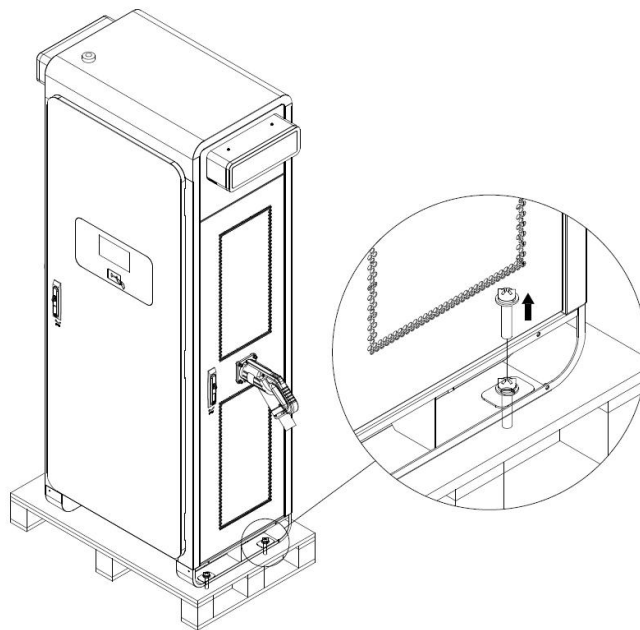

图 7
- 用活动扳手将充电桩底部 4 个 M12 的螺丝拆除。如图 7